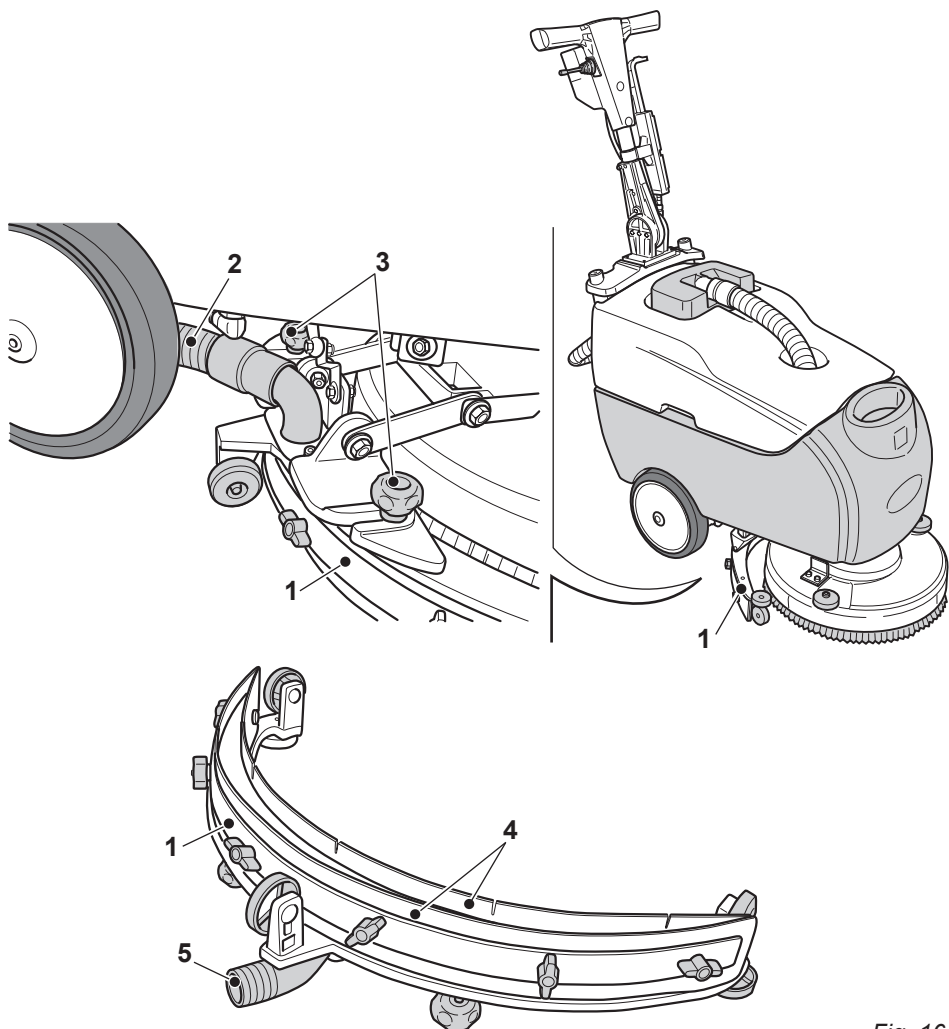

Fig. 16
11.1.c - Processo de lavagem do mecanismo limpador (Fig. 16)